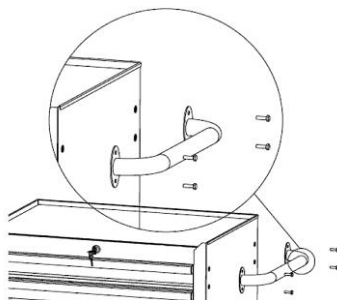

fig. 1
3. À l'aide des verrous (B), assurez-vous que tous les tiroirs (F) et le compartiment (C) sont bien fixés.
4. Fixez la poignée de chaque côté de l'armoire à l'aide des rondelles à ressort (n° 18), des rondelles plates (n° 19) et des boulons (n° 14) fournis (fig. 1).
5. Placez les deux roulettes pivotantes (E) au-dessus des trous du côté de la poignée de l'armoire.